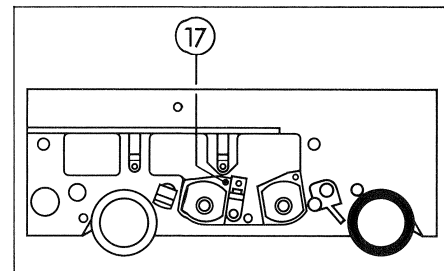

Fig. 5.16
3. Connect 2-channel oscilloscope to line output channel 1 (16) and channel 2 (36) (CH I + CH II).
5. Die beiden Ausgangspegel des Gerätes auf identische Amplitude vorabgleichen (Regler TREBLE/FAST (9) / (29) an den Einschüben RECORD AMP).
6. Aufnahmekopf mittels Spaltjustierschraube (17) (Fig. 5.16) auf geringste Phasenwinkeldifferenz einstellen; bei schrittweiser Erhöhung der Frequenz, beginnend bei 1 kHz, bis 10 kHz. (Anzeigeverzögerung beachten, deshalb besonders langsam einstellen.)
5. Pre-adjust the output levels of the machine to identical amplitude (TREBLE/FAST control (9) / (20) on RECORD AMP boards.
6. Adjust azimuth of record head with adjustment screw (17) (Fig. 5.16) to obtain minimum phase angle difference. Starting at 1 kHz, continuously increase frequency to 10 kHz. (Observe display delay; therefore adjust slowly).